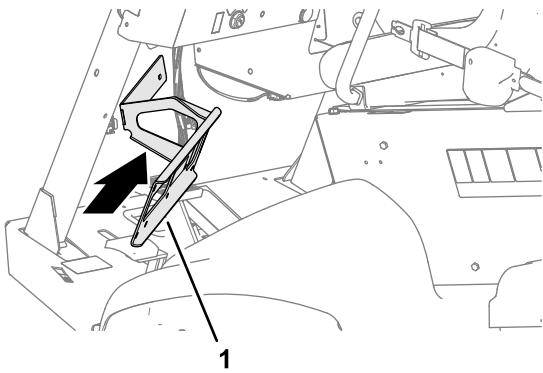

Figura 74
1. Alinhe a base do coletor com a parte frontal da máquina, como se mostra na Figura 74.